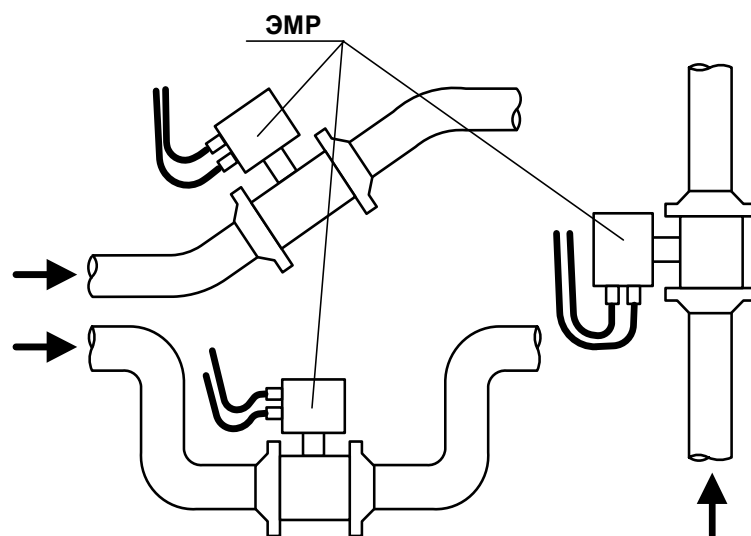

Рис. 1. Рекомендуемые места установки ЭМР.
- в месте установки в трубопроводе не должен скапливаться воздух – ЭМР не должен располагаться в самой высокой точке трубопровода, а также в трубопроводе с открытым концом; наиболее подходящее место для монтажа (при наличии) – нижний либо восходящий участок трубопровода (рис.1);
- при монтаже расходомера в наклонный или вертикальный трубопровод устанавливать измерительно-вычислительный блок гермовводами вниз (рис.1);